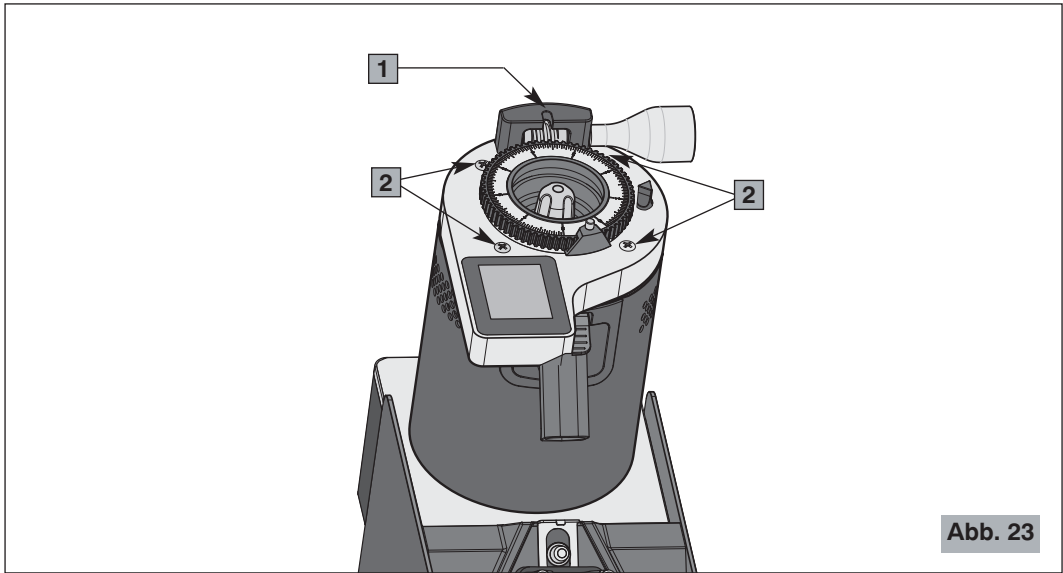

Abb. 23
Nach Entfernung des Kaffeebohnenbehälters kann dieser mit warmen Wasser und Neutralseife gewaschen werden. Danach sorgfältig trocknen. Um ihn wieder einzusetzen, muss der Zahn am hinteren Teil des Kaffeebohnenbehälters in seinem Sitz eingehakt werden (1, Abb. 23).
- **Zur Reinigung der oberen Stütze der Mahlscheiben** die vier Schrauben (2, Abb. 23) zur Befestigung dieser am Körper entfernen.